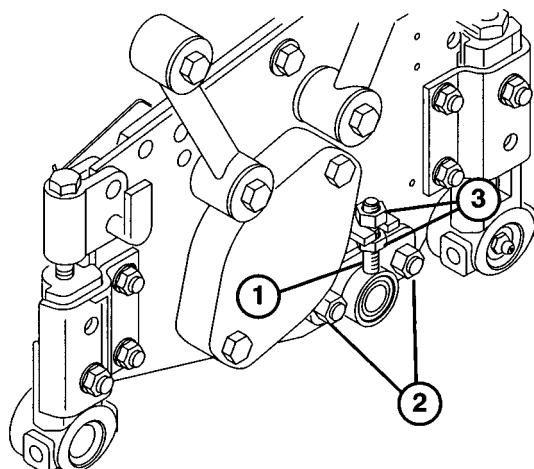

Bild 4
4. Die (2) Schloßschrauben an der Untermessereinstellung lockern (Bild 4).
5. Die Muttern so einstellen, daß die Untermessereinstellung auf- oder abwärts geht, bis Papier über die gesamte Länge des Untermessers gekniffen wird, wenn das Untermessereinstellrad nicht mehr als zwei Klicke über den ersten Kontakt zwischen Untermesser und Spindel hinaus gedreht wird (Bild 4).